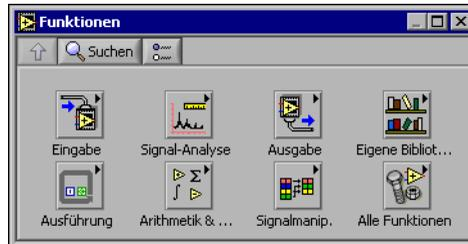

Abbildung 1-6. Die Funktionenpalette
3. Sollte die **Funktionenpalette** (vgl. Abbildung 1-6) nicht sichtbar sein, so kann sie über den Menüpunkt **Fenster»Funktionenpalette** geöffnet werden.